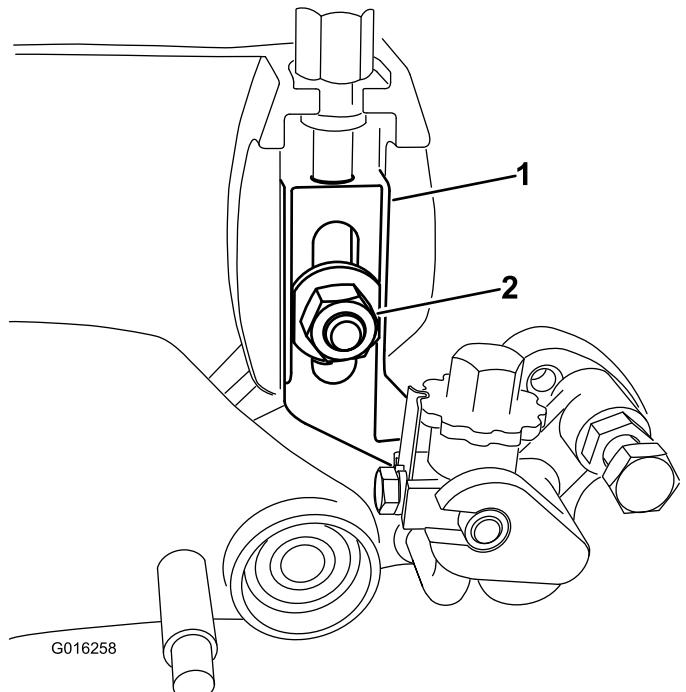

Figura 33
5. Rimuovete il bullone dell'aratro, il dado e la rondella che fissano il gruppo del braccio dell'altezza di taglio alla piastra laterale (Figura 33).